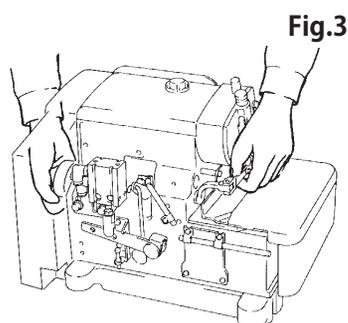

Fig.3
② Transport
2. Pour porter la machine, tenez-la de la main droite par la poulie d'entraînement et de la main gauche par la barre du pied presseur (fig. 3).